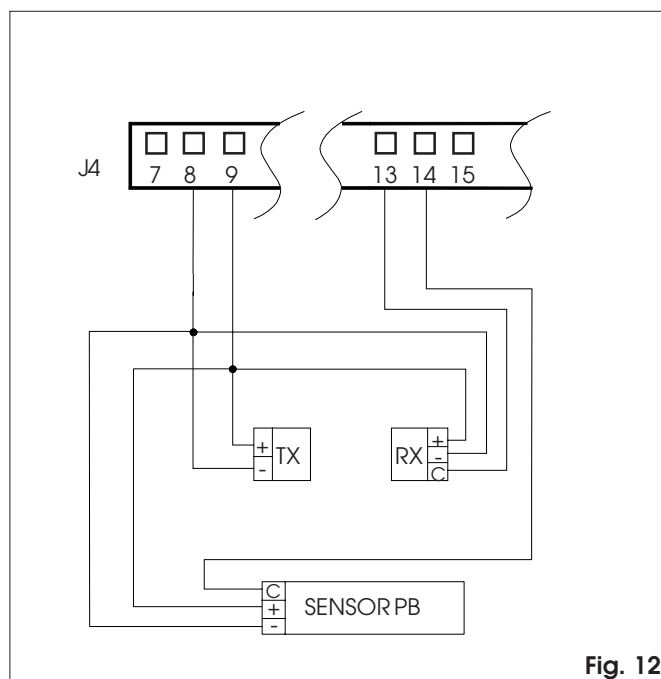

Fig. 12
- ① **Zekering F1** 4AT/230Vac - 5x20
- ② **Connector J1** Secondair, transformator - fig.12
- ③ **Connector J2** Snelconnector van de functiekeuzeschakelaar Handbediening/Nacht, Open, Automatisch
- ④ **Connector J3** Verbinding programmeerunit KP-Controller